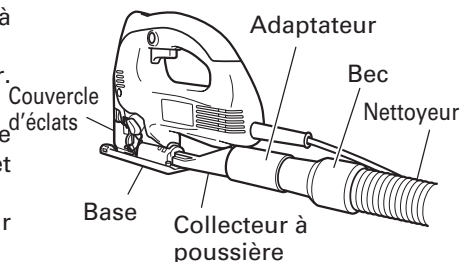

Fig. 20
- (4) Raccorder le collecteur à poussière à l'adaptateur. (Fig. 20)
- (5) Raccorder l'adaptateur au bec du nettoyeur. (Fig. 20)